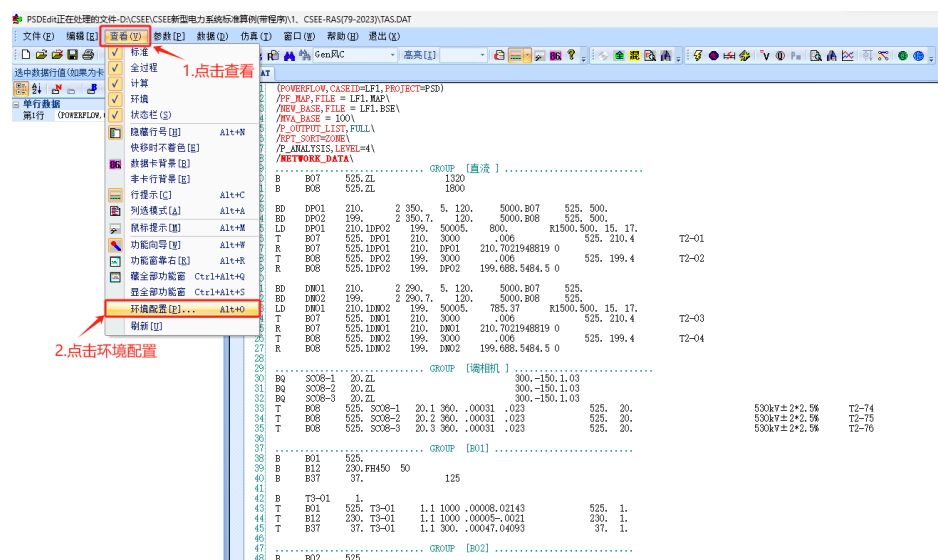

图 1 环境配置
1) 本算例基于电力系统仿真软件（PSD-BPA）开发，打开 PSDEdit 仿真应用智能集成平台，点击界面左上方的【查看】，点击后弹出菜单栏，点击菜单栏中的【环境配置】。上述过程见图 1。